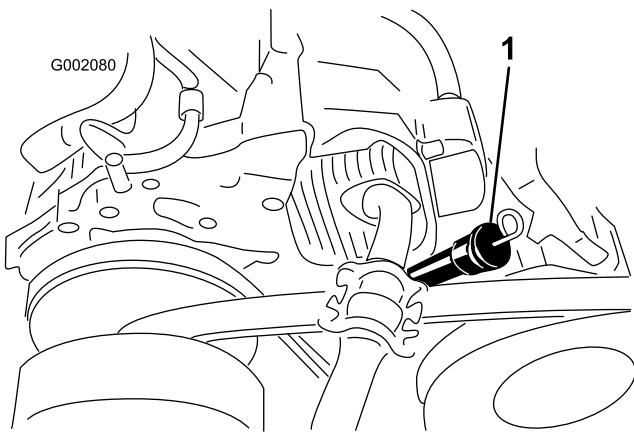

Figura 39
8. Limpe em redor da vareta de óleo e bocal de enchimento e retire a vareta (Figura 39).
10. Insira a vareta completamente no bocal de enchimento, retire a vareta e verifique o nível do óleo (Figura 39).
11. Instale a vareta no bocal de enchimento até que a vareta se encontre firmemente no sítio (Figura 39).